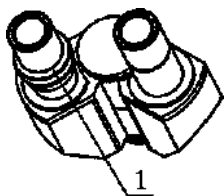

Рис. 5.
6. Отрегулируйте межзрачковое расстояние (Рис. 5). Регулируйте межзрачковое расстояние бинокля, пока поле вправо-влево от обзора не скомпонуется.
7. Регулировка диоптрий (Рис.5).
Включите 40X объектив в рабочее состояние. Сначала (Рис.5) наблюдайте правую трубку правым глазом, отрегулируйте головку грубой/точной фокусировки до четкости картинки. Затем наблюдайте левую трубку левым глазом, отрегулируйте кольцо регулятора диоптрий 1 до четкой картинки.